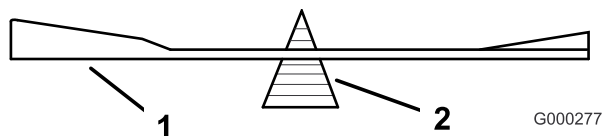
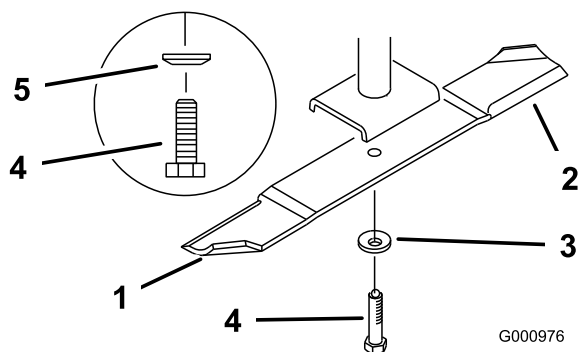

Figure 84
Figure 85
2. Retirez le boulon, la rondelle élastique et la lame de l'axe (Figure 85).
2. Vérifiez l'équilibre de la lame en la plaçant sur un équilibreur (Figure 84). Si la lame reste horizontale, elle est équilibrée et peut être utilisée. Si la lame est déséquilibrée, limez un peu l'extrémité de la partie relevée seulement (Figure 85). Répétez la procédure jusqu'à ce que la lame soit équilibrée.
1. Placez la lame sur l'axe (Figure 85).
2. Installez la rondelle élastique et le boulon de la lame. Le cône de la rondelle élastique doit être dirigé vers la tête du boulon (Figure 85). Serrez les boulons de lame à un couple de 115 à 149 Nm.